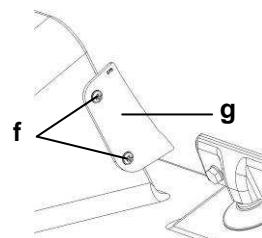

Рис.11
- Ослабить винты (f) защитного устройства (g) сзади ломтерезки соответствующей отверткой и снять его. (**Рис. 11**).